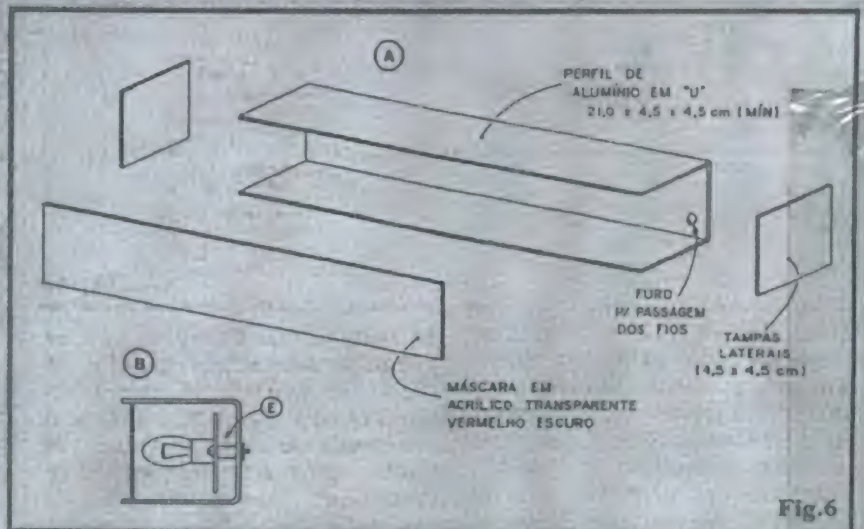

Fig. 6
- FIG. 6 - FAZENDO UMA CAIXA (ELEGANTE E RESISTENTE) PARA A LUFMSA - Com os materiais relacionados no item "OPCIONAIS/DIVERSOS" da LISTA DE PEÇAS, será fácil elaborar um container de aparência profissional para o circuito... A vista "explodida" da fig. 6 mostra o "corpo" da caixa, feito com o perfil de alumínio em "U", as tampinhas laterais (quadrados de placa fina de alumínio, ou mesmo plástico, fibra, etc.) e a "janela" ou máscara frontal (em acrílico transparente vermelho escuro). As fixações do conjunto ilustrado em 6-A poderão ser feita com parafusos/porcas e/ou adesivos fortes (de epoxy ou de cianoacrilato, tipo "Araldite" ou "Superbonder"...). Em 6-B vemos como a placa deve ser fixada no interior do "U" de alumínio, devendo ser tomado o cuidado de não permitir o contato das pistas e ilhas cobreadas (e pontos de solda, "salientes"...), com a face interior do "fundo" do "U". Para tanto, espaçadores em "torre", feitos de material isolante, devem ser dispostos sobre os parafusos longos de fixação, na posição (E). Como a placa (mesmo incluindo
- FIG. 7 - ACABAMENTO E INSTALAÇÃO - No item A da figura, vemos a LUFMSA já devidamente "acabada", com sua caixa fechada (feita de acordo com o exemplo da fig. 6). Para facilitar e tornar mais elegante a fixação do conjunto no interior do veículo, convém acrescentar um pequeno suporte, na forma de um "taquinho" em forma de prisma trapezoidal (qualquer material, mesmo madeira...), e cuja fixação à caixa principal pode ser feita com um pedaço de fita adesiva (double face, forte (ver perfil em 7-B...)). A própria fixação final da LUFMSA no seu local definitivo de uso, também poderá ser promovida com o auxílio dessa fita adesiva que "cola dos dois lados", e apresenta aderência bastante firme, capaz de suportar vibrações... Os dois locais opcionais de fixação do equipamento estão sugeridos no item C da figura, ou seja: junto à parte interior central do topo do vidro traseiro, ou no centro da sua parte inferior... Qualquer das posições indicadas proporcionará excelente visibilidade ao motorista que vem atrás... Quem pretender uma fixação mais firme, poderá ainda recorrer à braçadeiras, cantoneiras ou grampos metálicos, que apresentem furação compatível com a passagem de parafusos auto-atarachantes, os quais poderão ser rosqueados em furos previamente demarcados na estrutura interna do veículo... A fixação com fita double-face, contudo, permite a retirada relativamente fácil do dispositivo (se e quando isso for requerido...) sem deixar "marcas" definitivas no veículo... A escolha é do Leitor/Hobbysta. Ainda na fig. 7, no item D, temos uma su-